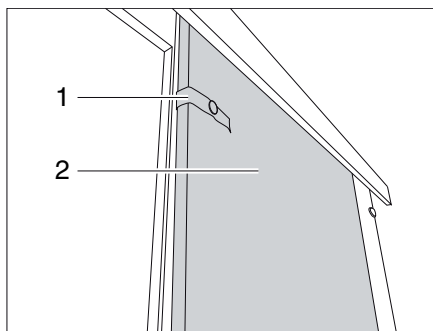

Bild 238 Skjutdörr
- Lossa säkringskedjan (Bild 238,1).
- Dra skjutdörren (Bild 238,2) till stängt läge.
- Dra skjutdörren (Bild 238,2) till öppet läge.
- Fäst skjutdörren med säkerhetsbandet (Bild 238,1).